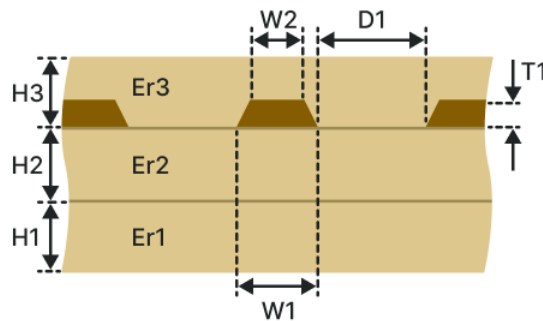

Рис. 167 Копланарная заглибленная ЛП (КЗ-2Н1В)
- Копланарная заглибленная ЛП (КЗ-2Н1В), см. Рис. 167.